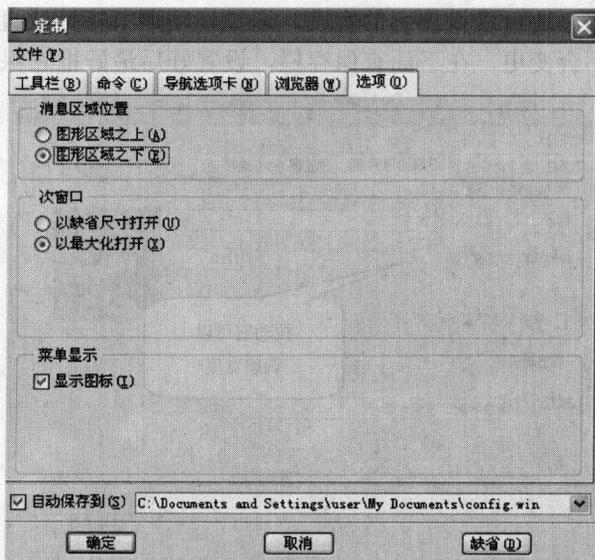

图 1-13 “选项”设置对话框
(5) 当选择“选项”标签时，出现如图 1-13 所示的窗口。在“消息区域位置”中，它有两项选择，一个是“图到区域之上”，一个是“图到区域之下”。如果选择“图形区域之上”选项，将显示在图形窗口的上方，为缺省情况。如果选择在“图形区域之下”选项，将显示在图形窗口的下方。